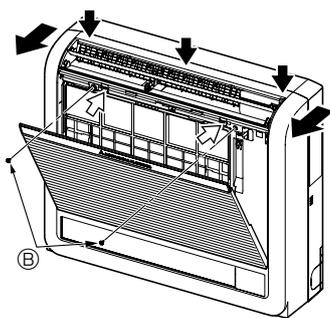

Fig. 3-3
- 1) Надавите в 2-х местах, указанных стрелками \leftrightarrow , и откройте переднюю решетку. (Fig. 3-3)